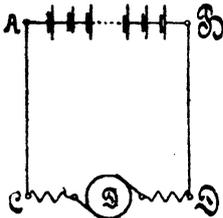

Fig. 7.
58. Von einer aus 60 [80] (200) Zellen bestehenden Akkumulatoren-Batterie (Fig. 7) von je 2 [1,95] (2,01) V elektromotorischer Kraft und 0,0008 [0,0006] (0,0007)  $\Omega$  innerem Widerstand wird ein Strom von 20 [25] (15) A nach einem 300 [250] (500) m entfernten Elektromotor geschickt. Die Leitung besteht aus einem 4 [5] (3) mm dicken Kupferdraht und der innere Widerstand des Motors beträgt 0,5 [0,6] (1,1)  $\Omega$ .
59. Welchen Querschnitt müssen die Zuleitungen AC und BD (Fig. 7) besitzen, wenn der Spannungsverlust 5 [8] (10) V betragen soll?
60. Welcher Strom würde in dem Kreise ABCA (Fig. 7) fließen, wenn in dem Motor keine elektromotorische Gegenkraft aufträte, und die übrigen Angaben der Aufgabe 58 entsprächen?